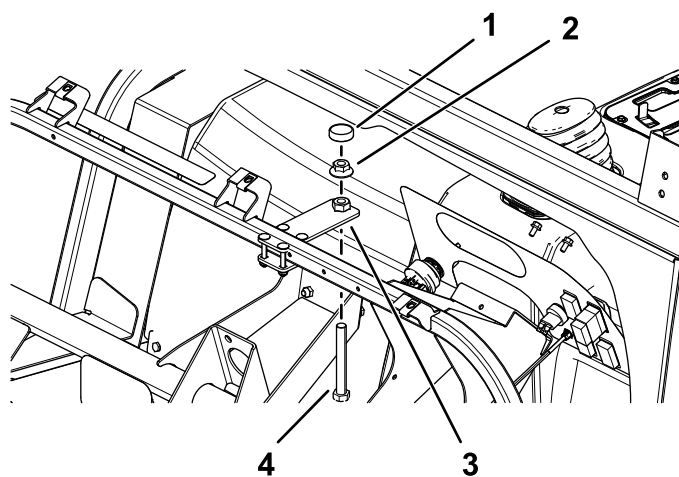

Рисунок 37
3. Заверните самонарезающий болт ( $\frac{1}{2} \times 4$  дюйма), наверните фланцевую гайку ( $\frac{1}{2}$  дюйма) и установите упорную пластину на регулировочную пластину (Рисунок 37).